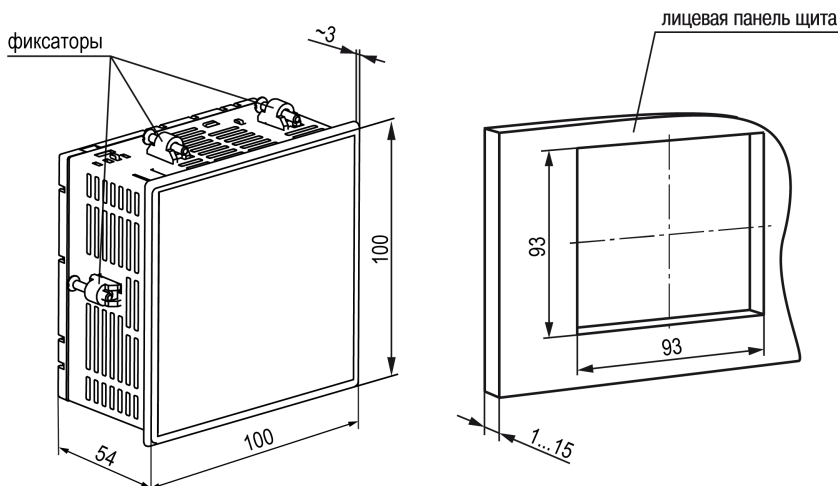

Рисунок 4.2 – Габаритные размеры корпуса и монтажного отверстия в щите
1. Подготовить в щите управления монтажный вырез для установки прибора с помощью шаблона из комплекта поставки (см. рисунок 4.2).